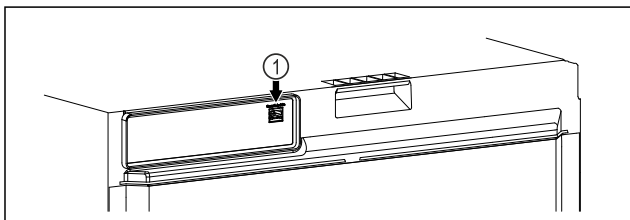

Fig. 112
- A SmartModule Fig. 112 (1) be van helyezve.